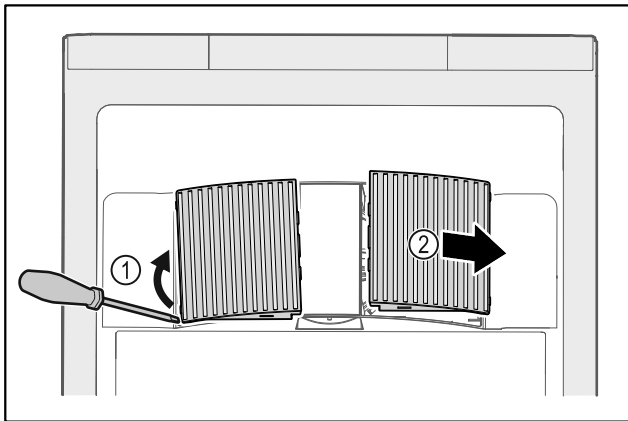

Fig. 199
- ▶ Αναμοχλεύστε προσεκτικά από το πλάι τα καλύμματα του ανεμιστήρα Fig. 199 (1) και αφαιρέστε τα προς τα εμπρός Fig. 199 (2).